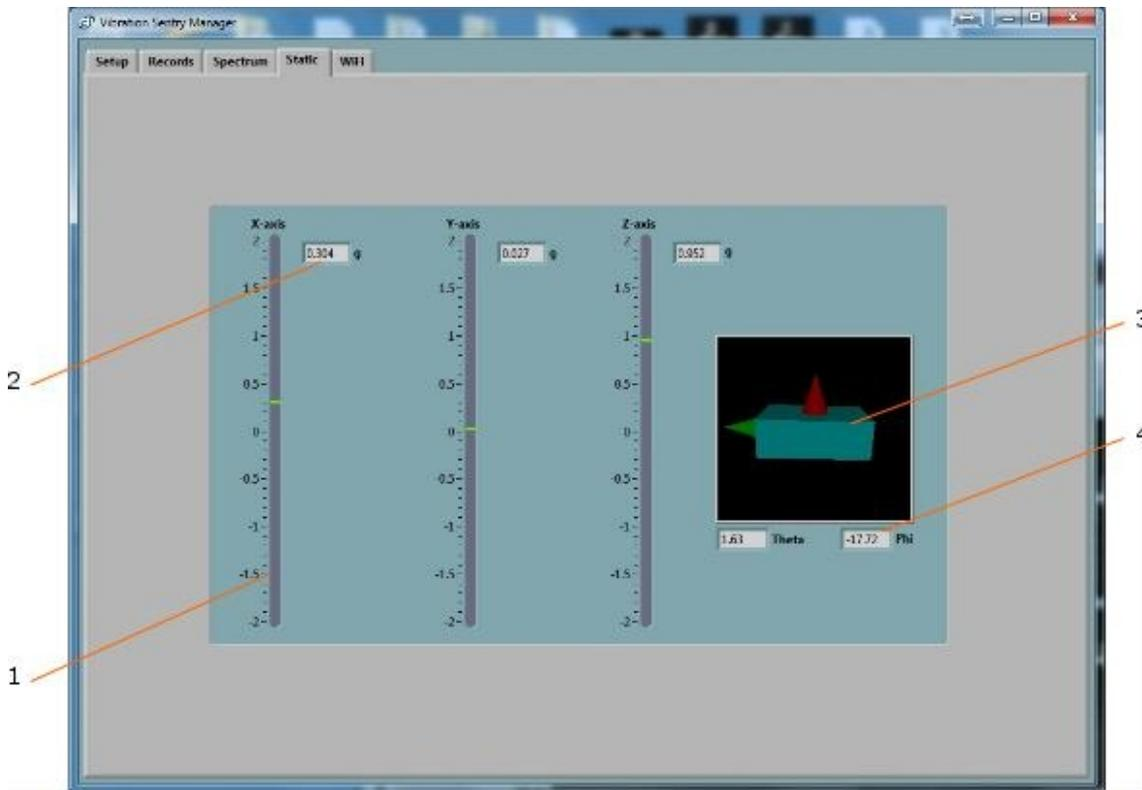

Figura 13 Pestaña estática
- **Pestaña Estática:** Se utiliza para visualizar la aceleración estática, la inclinación y para comprobar la calibración con respecto a la aceleración de la gravedad (véase la Figura 13).